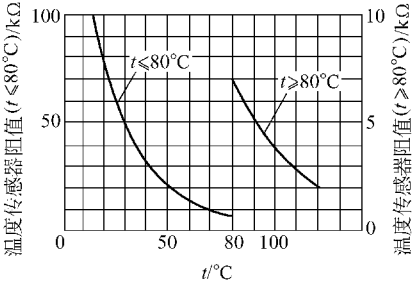

图 19-15 压缩机出口制冷剂盘管温度传感器阻值温度特性
(2) 室外压缩机出口制冷剂盘管温度传感器阻值温度特性如图 19-15 所示。